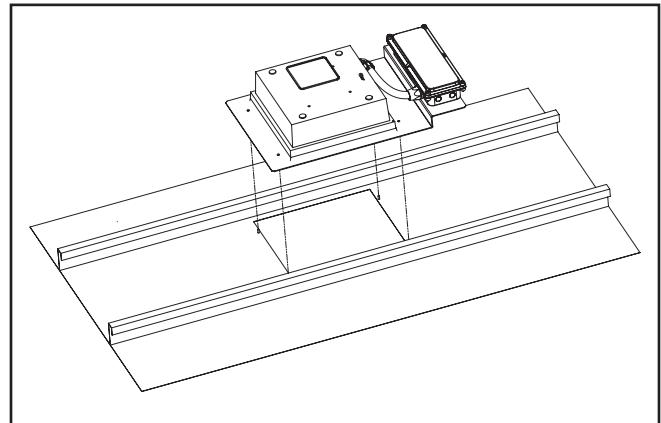

Figura 4.
13. Alinee los cuatro tornillos para chapa de metal que se perforaron en la fascia con las cuatro aberturas del orificio en el marco de la luminaria (Figura 4).
13. Voltee la luminaria con la carcasa hacia arriba y use los cuatro tornillos para chapa de metal como pasadores de guía para colocar la luminaria en la parte superior de la fascia (Figura 4).